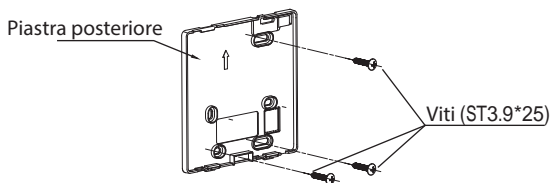

Fig 3-3
- Per il montaggio esposto, fissare la piastra posteriore alla parete con le 3 viti (ST3.9\*25) e i tasselli. (Fig.3-3)